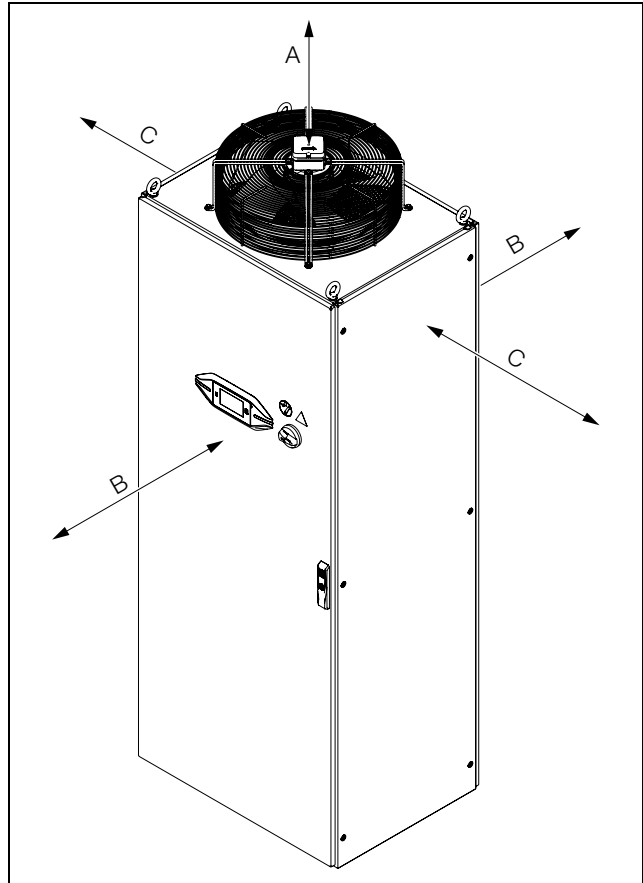

Abb. 7: Mindestabstände
- Zum ungehinderten Ausströmen der warmen Abluft muss die Öffnung oben auf dem Chiller frei zugänglich sein (vgl. Abb. 7). Um den Anschluss der Versorgungsleitungen sowie Wartungs- und Reparaturmaßnahmen zu erleichtern, sollten zudem die unter Abb. 7 angegebenen Mindestabstände eingehalten werden.
- Auch um einen „Luftkurzschluss“ (Vermischung von Zu- und Abluft) zu vermeiden und die volle Kälteleistung zu gewährleisten, sollten die unter Abb. 7 angegebenen Abstände eingehalten werden.